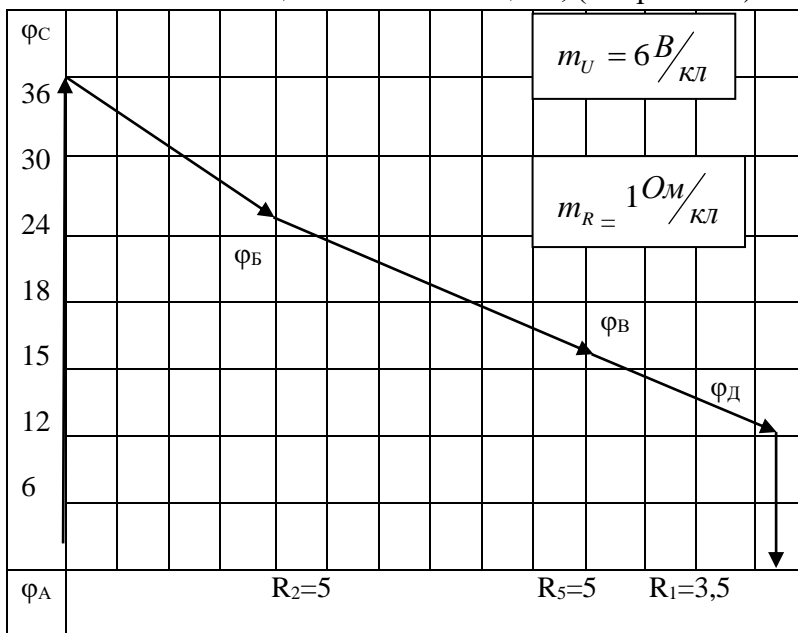

Рис. 1-3. Потенциальная диаграмма.
- полученные точки соединяем прямой и получаем кривую изменения потенциалов в точках цепи, (см. рис. 1-3).